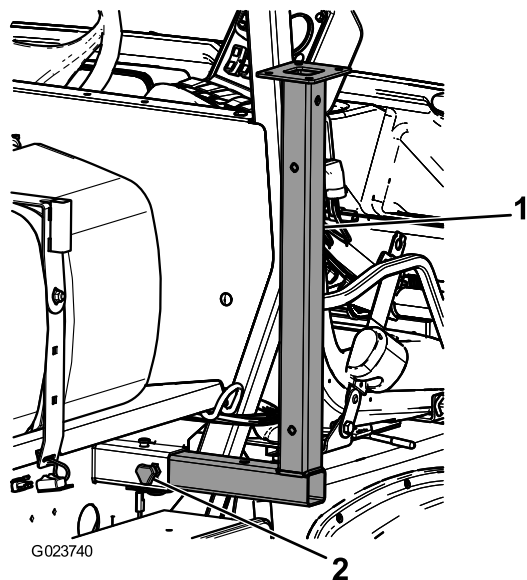

Рисунок 28
1. Вставьте передние подъемные опоры верхней стороной вниз в раму рядом с передними точками крепления (Рисунок 28).